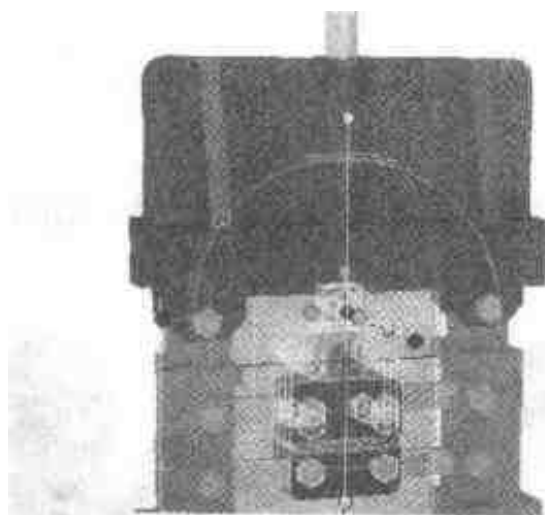

图 5.72 编辑滑板的轨迹末点
- (3) 单击轨迹末点，滑板的蓝色外形轮廓线将显现，打开【三维球】，选择与运动轴线相对应的定位手柄，右击并向左拖动手柄，释放后选择【移动】单选按钮，并设距离为 24，结果如图 5.72 所示。